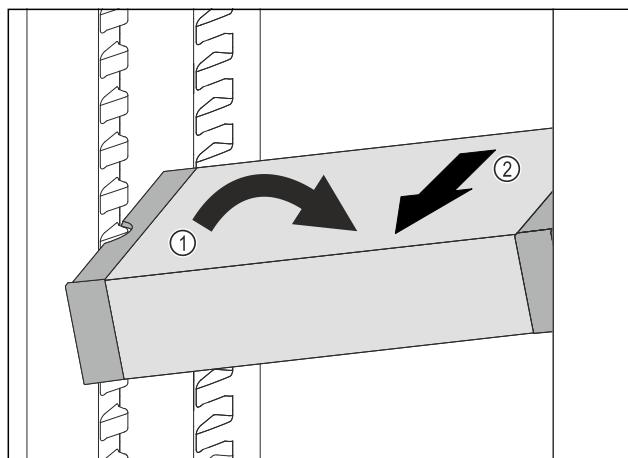

Fig. 106
- ▶ Наклонете VarioSafe в хладилната част. Fig. 106 (1)
- ▶ Извадете VarioSafe напред. Fig. 106 (2)